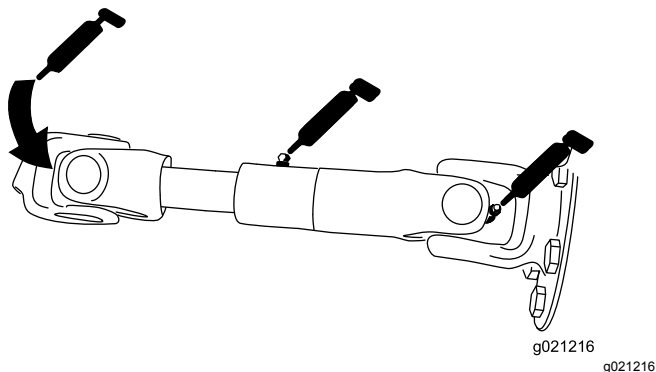

Figura 76
- Veio propulsor da bomba (3) (Figura 76)